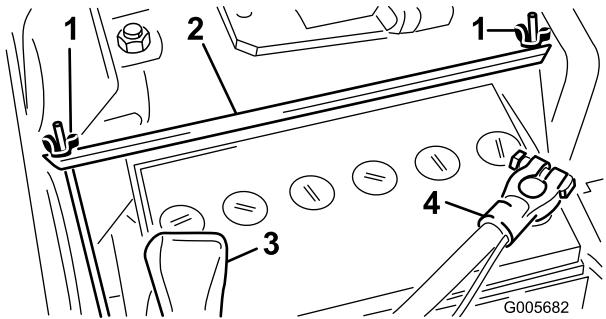

Figure 6
2. Retirez les deux écrous à oreilles et la barrette de maintien de la batterie (Figure 6). Soulevez la batterie hors du châssis. Mettez de côté les écrous à oreilles et la barrette de maintien en prévision de la reposse.